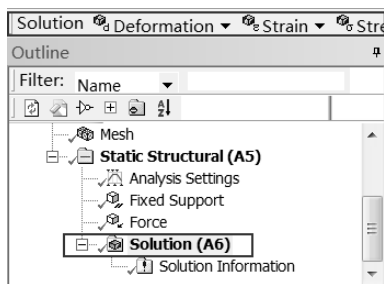

图 5-79 Solution 工具栏
Step1：选择 Mechanical 界面左侧 Outline（分析树）中的 Solution（A6）选项，此时会出现如图 5-79 所示的 Solution 工具栏。